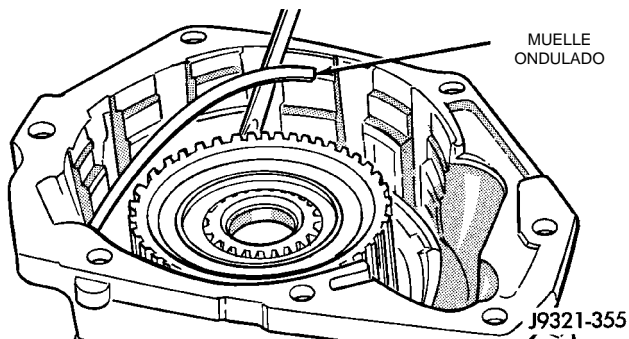

Fig. 251 Instalación del anillo ondulado del embrague de sobremarcha
(2) Instale el anillo ondulado sobre el anillo de reacción (Fig. 251). **El anillo de reacción y el anillo ondulado encajan en la misma acanaladura del anillo.** Utilice un destornillador para asentar en forma segura cada anillo en la acanaladura. Asegúrese también de que los extremos de los dos anillos no estén enfrentados uno con otro.